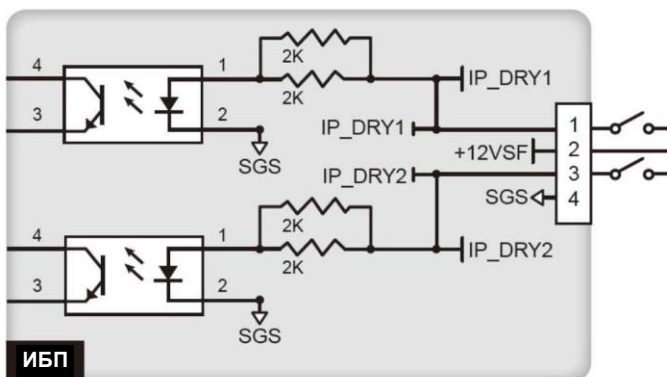

Рисунок 4-4. Входные беспотенциальные контакты, конфигурация I
- На **рис. 4-4** изображена конфигурация 1-го типа. В этом варианте требуется питание от внутреннего источника +12 В.